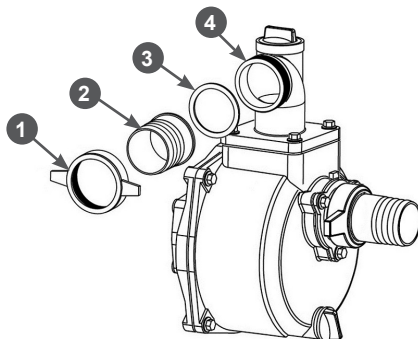

Рис. 11. Установка патрубка напорного рукава
- Установите патрубок 2 через уплотнительное кольцо 3 к выпускному (напорному) фланцу 4 насоса и плотно затяните гайку 1 патрубка (Рис. 11).